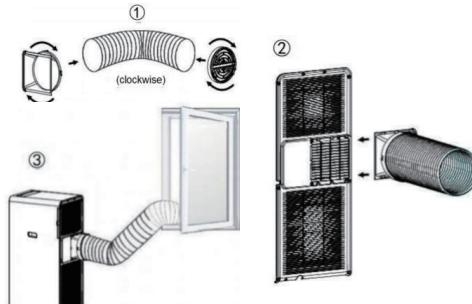

Fig. 5
- Placer den anden ende af aftræksslangen på den nærliggende vindueskarm (se fig. 5).